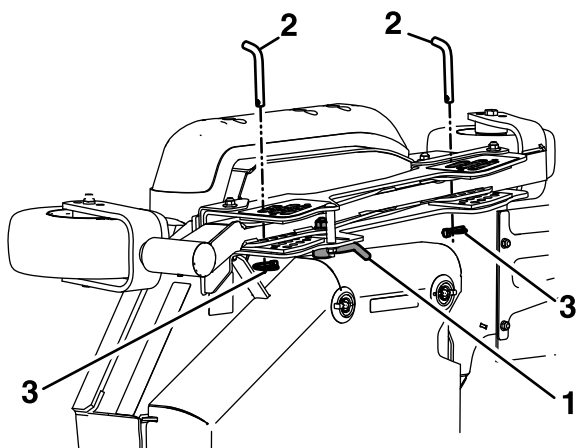

Figure 73
3. Déverrouillez les verrous à came des tabliers latéraux gauche et droit (Figure 73).
4. Déposez et conservez la goupille à anneau de hauteur de coupe du tablier latéral (Figure 73).